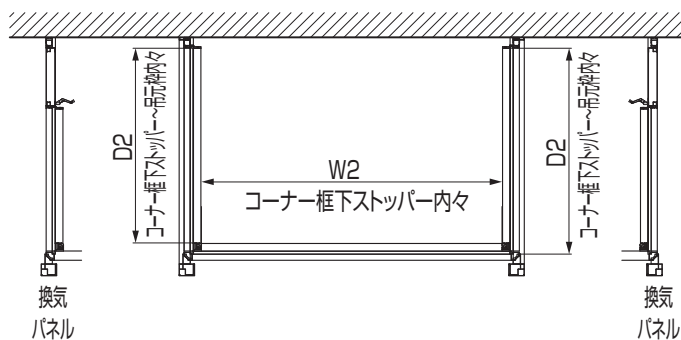
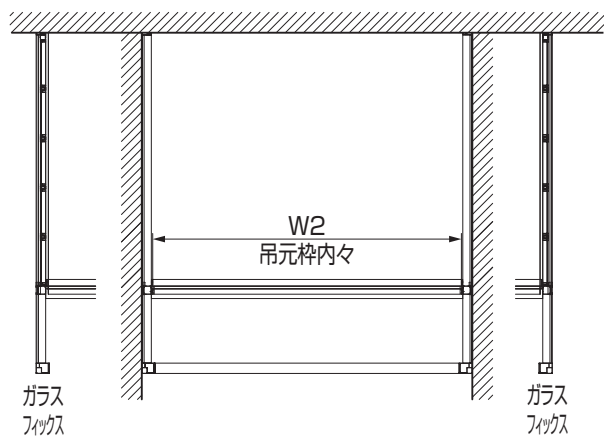

図9-1 ルーム標準タイプ
図9-7 軒プラスFタイプ
- ①納まりに合わせて寸法W2とD2を計測してください。(図9-1～図9-7参照)